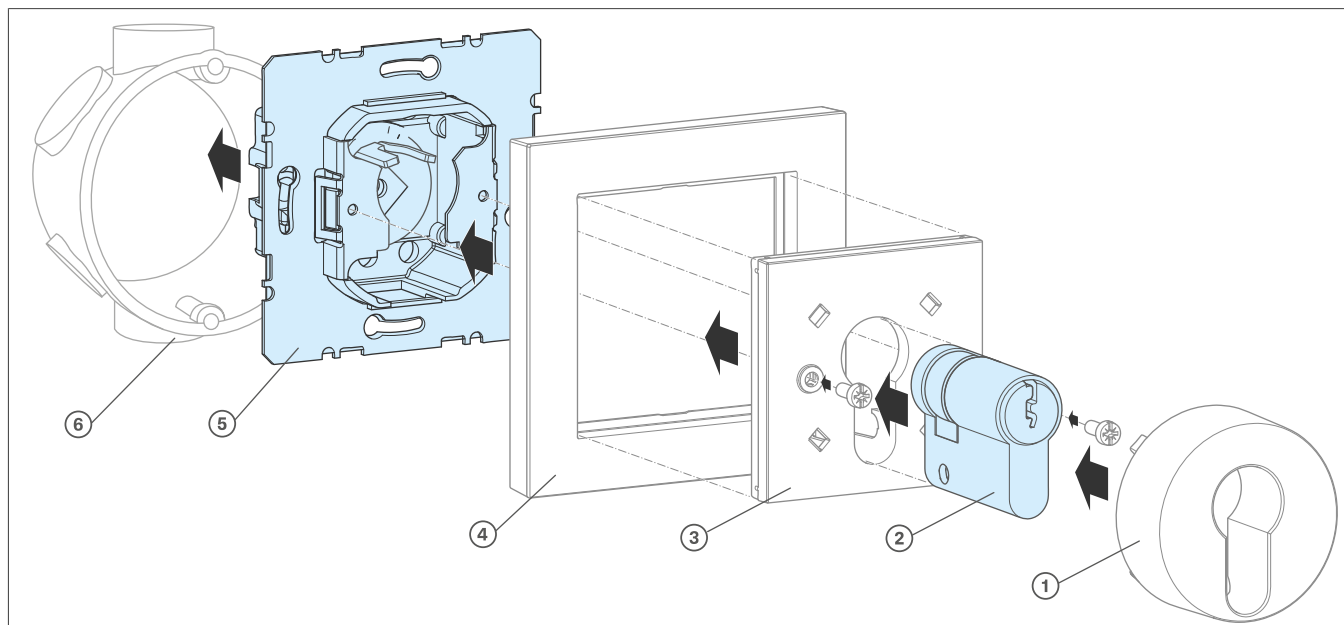

Bild 1: Geräteaufbau
- ① Schalt-/Tasteinsatz (5) entsprechend der Beschriftung auf der Rückseite anschließen.
- ② Schalt-/Tasteinsatz in der Gerätedose (6) positionieren und verschrauben. Markierung **TOP/OBEN** beachten (Bild 1).
- ③ Rahmen (4) auf den Schalt-/Tasteinsatz halten.
- ④ Schließbart mit dem Schlüssel in Position bringen. Zentralstück mit bereits vorbereitetem Profil-Halbzylinder einsetzen und verschrauben.